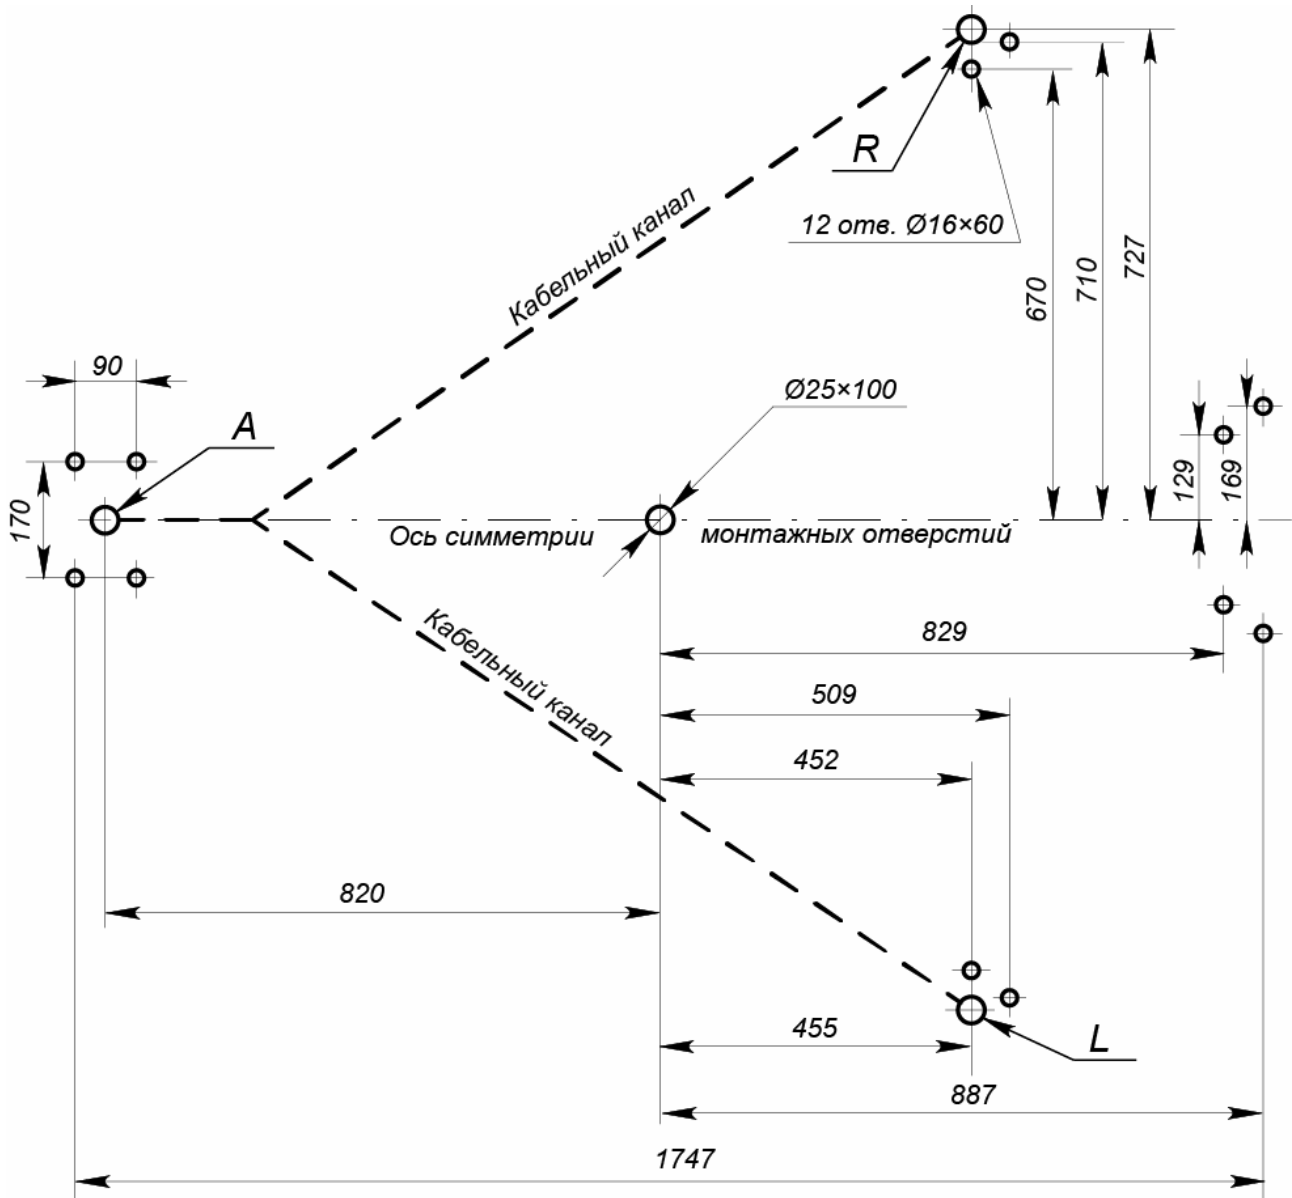

Рисунок 13. Схема разметки для установки турникета
2. Выполните на установочной поверхности разметку отверстий для монтажа турникета в соответствии с рис. 13.
- 7.1. Установите левую секцию формирователя прохода (6) таким образом, чтобы опорная стойка секции с блоком индикации (9) располагалась над зоной *L* (см. рис. 13).
- 7.4. Подведите кабель блока индикации (10) и кабель считывателя (23) по кабельному каналу к зоне *A*.
8. Установите и закрепите правую секцию формирователя прохода (7) таким образом, чтобы опорная стойка секции с блоком индикации располагалась над зоной *R* (см. рис. 13). Подведите кабель блока индикации (11) и кабель считывателя (24) по кабельному каналу к зоне *A*.
9. Смонтируйте преграждающую стойку (3). Для этого:
9.6. Установите преграждающую стойку фланцем (4) на зону А, а нижний узел вращения (5) – на отверстие с анкером Ø25 мм (см. рис. 13).